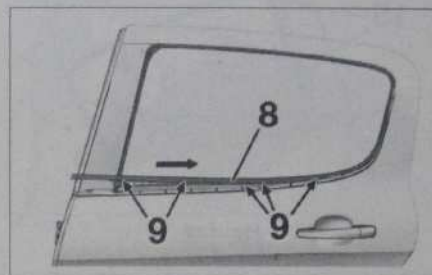

Fig. 119
- Dégrafer le joint lève-vitre extérieur (8) comme illustré en (9) et en suivant la flèche (Fig.119).